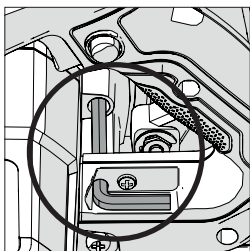

Fig. 1
- Localizați cheia hexagonală pentru schimbarea discului (furnizată), care se găsește în compartimentul de depozitare încorporat (poziție similară la toate uneltele). (Fig. 1)